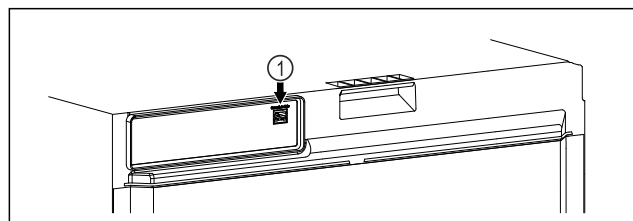

Fig. 109
- SmartModule Fig. 109 (1) je nasadený.